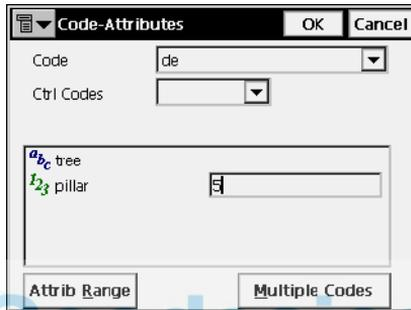

Figura 3-12. Atributos Código
- : el icono *Lista de Atributos*, abre la pantalla **Atributos Código** para asignar valores a los atributos del código elegido (Figura 3-12 en la página 3-9).